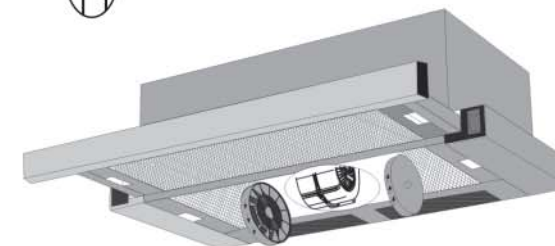

РИС. 7
Угольные фильтры устанавливаются на защитные решетки корпуса вентилятора, путем легкого нажатия и поворота их по часовой стрелке (рис. 7). Фильтрация воздуха осуществляется с помощью двух угольных фильтров, затем очищенный воздух возвращается в помещение. Очищенный воздух поступает в помещение через переходник или воздуховод.
- установите два угольных фильтра Ф-05 (рис.7) .